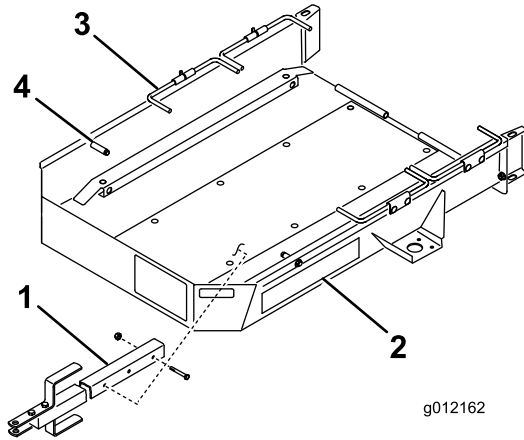

Figura 1
1. Monte la barra de tracción en el soporte de montaje de la cara inferior de la plataforma del remolque con 2 pernos ($3/8'' \times 2\ 3/4''$), 2 espaciadores y 2 contratuercas. Para la mayoría de las aplicaciones, utilice los taladros de montaje delanteros de la barra de tracción y el soporte (Figura 1).
3. Retire los recogedores de la máquina, desengrane la transmisión del molinete y ponga el acelerador en la posición de velocidad mínima. Suba la máquina **lentamente** al remolque hasta que las ruedas de transporte toquen los topes del remolque (Figura 1).
5. Pivote hacia abajo el primer juego de varillas de sujeción de la rueda, detrás de las ruedas de transporte (Figura 1).